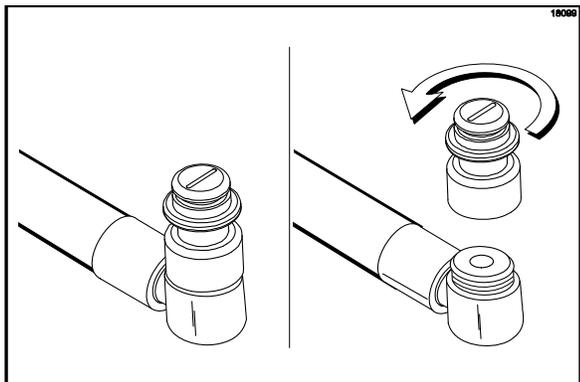

图 28
- 将桶仍然保持在门的下方，沿逆时针方向转动糖浆鼻形管接头，将其从糖浆管接头上拆下。将糖浆管接头保持在 "up (向上)" 的位置以最大程度地减少糖浆的损失。（见图 28。）